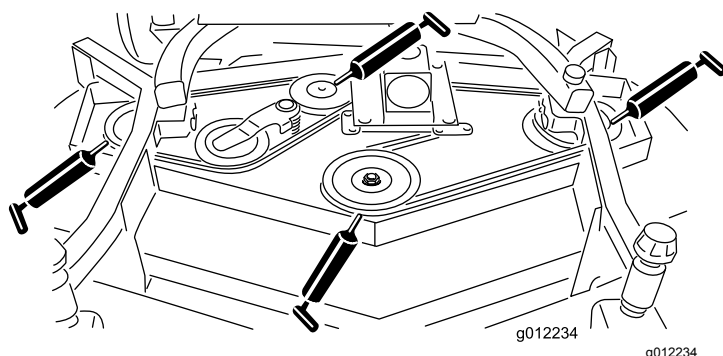

Figure 20
- Roulements d'axe de bras de poulie de tension (Figure 20)
- Paliers d'axes de pivot (3) (sous la poulie) (Figure 20)